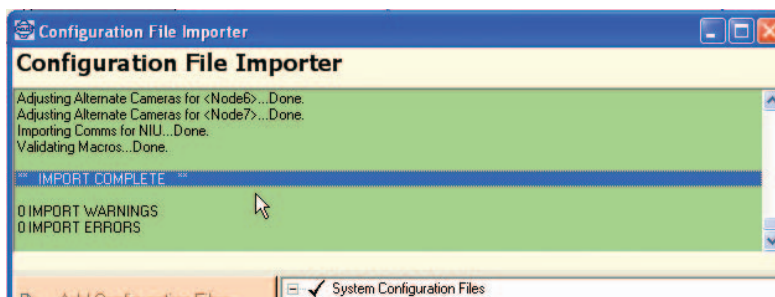

Figure 32. Partie Status de la boîte de dialogue Configuration File Importer
9. Une fois la procédure d'importation achevée, la boîte de dialogue Configuration File Importer est visible, et le message « IMPORT COMPLETE » apparaît dans la partie Status de la boîte de dialogue Configuration File Importer, tel qu'indiqué à la Figure 32.